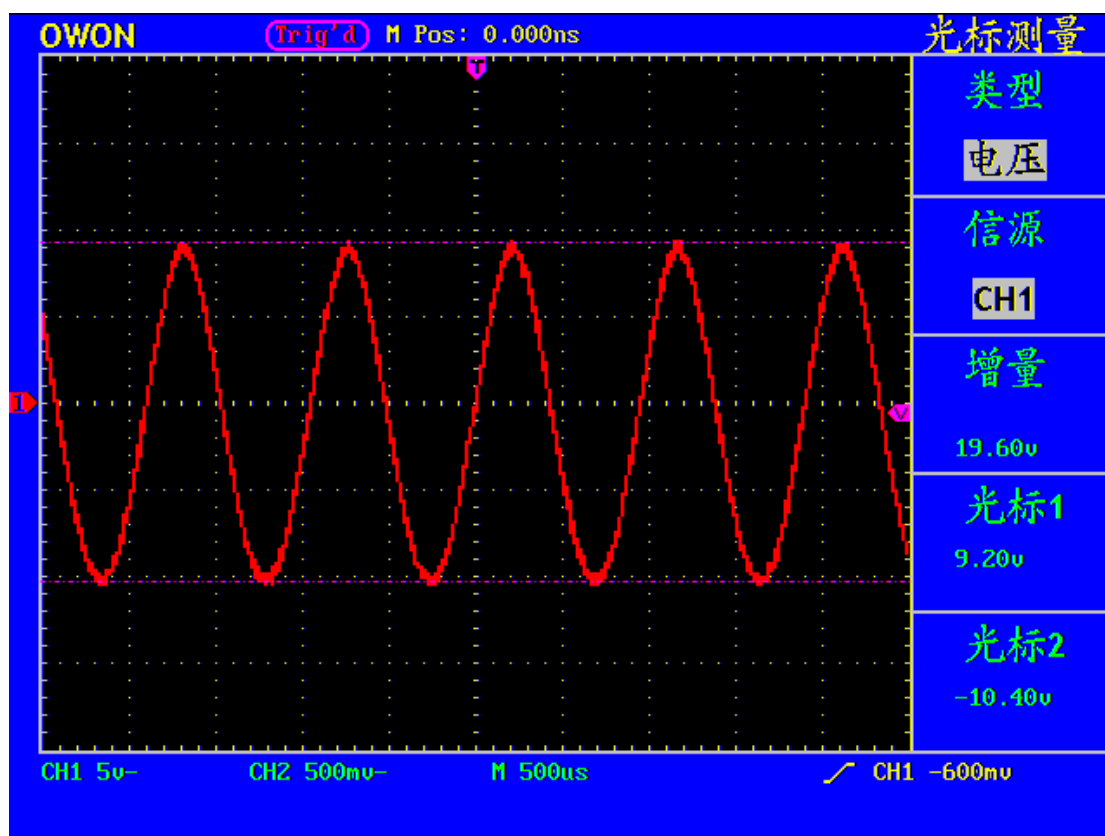

图51： 电压光标测量波形
- 4、根据被测波形调整光标1、光标2的位置，增量窗口显示光标1和光标2电压幅度差值的绝对值。光标1窗口显示光标1当前的位置，光标2窗口显示光标2当前的位置。见图51：